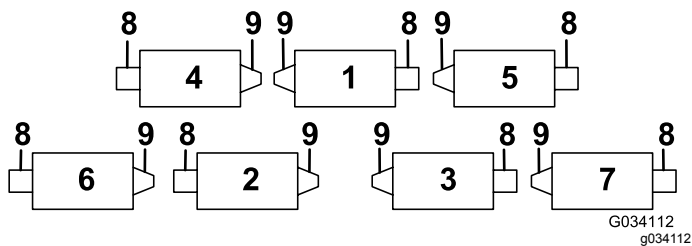

Figura 4
**Nota:** Consulte Figura 4 para determinar el número de cada brazo de elevación.